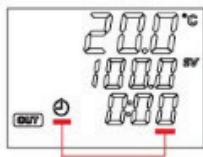

Рисунок 8
8.3.1. Нажать кнопку «ТАЙМЕР», при этом на дисплее замигает значок таймера и текущее значение времени нагрева (Рисунок 8).